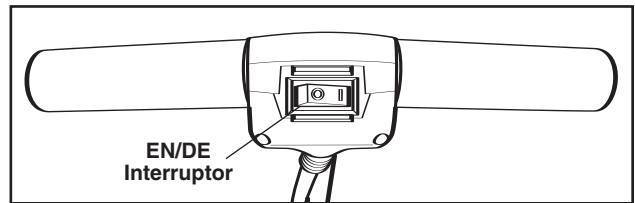

Figura 2. Interruptor ENCENDIDO/APAGADO de la Máquina Orbiter® Multi-Floor
(O) (APAGADO). (Vea la Figura 2). CUIDE de que el interruptor esté en la posición APAGADO (O) antes de desenchufar el cordón de alimentación eléctrica del tomacorriente. Antes de encender la máquina, asegúrese de que tenga colocado un bonete, almohadilla o cepillo.